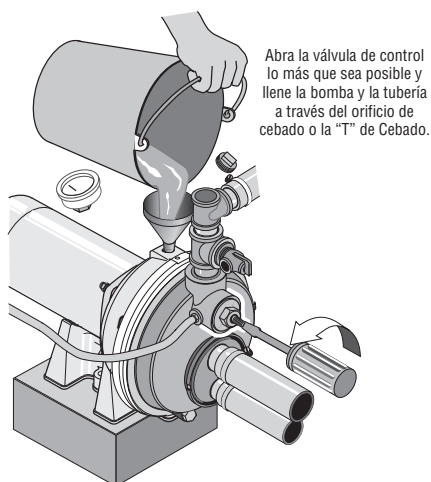

Figura 18 - Llenado de la Bomba
1. Abra la válvula de control lo más que sea posible (vea la Figura 18). Después retire el tapón de cebado de la bomba y llénela, llenando toda la tubería entre la bomba y el pozo; asegúrese de que toda la tubería en el pozo esté llena. Si también instaló una "T" de cebado en la tubería de succión, retire el tapón de la "T" y llene la tubería de succión.